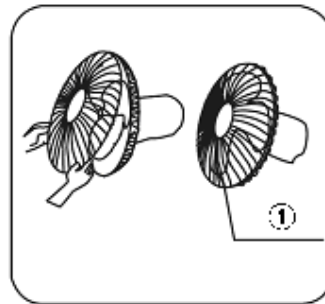

Рисунок 7
8. Крепко прижмите друг к другу защитные решётки вентилятора и сомкните зажим (этапы 7, 8 – см. рисунок 7).